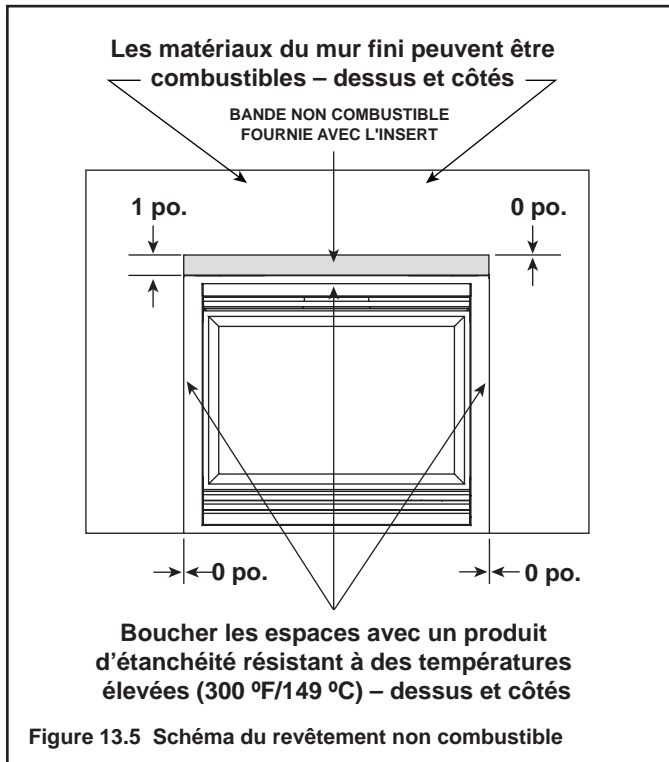

Figure 13.5 Schéma du revêtement non combustible
- Sceller les joints entre le mur fini et le haut et les côtés du foyer avec un produit d'étanchéité résistant à 300 °F au minimum. Voir la Figures 13.5 and 13.6.